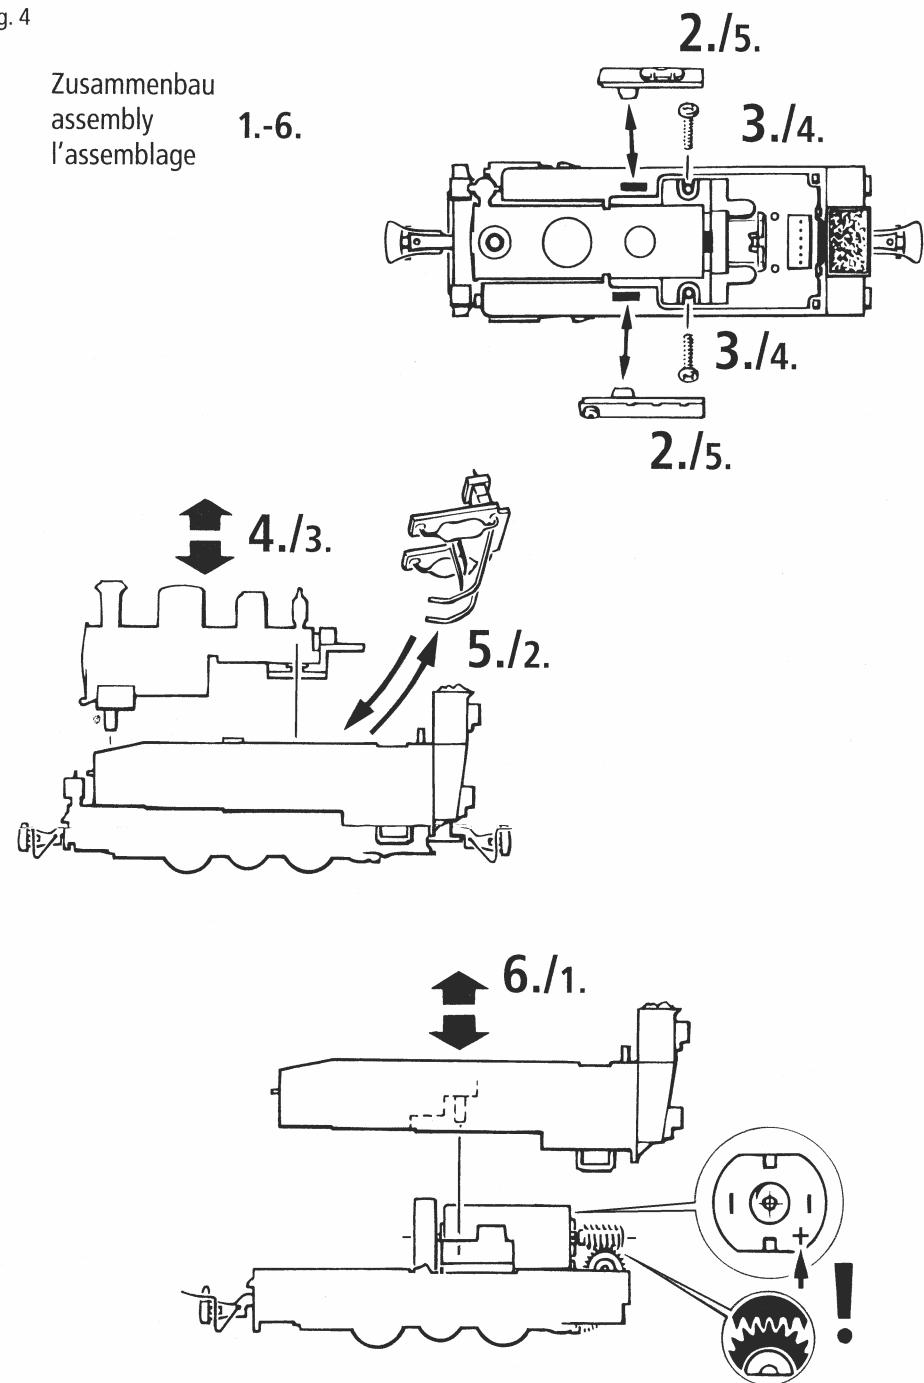

Fig.5
1. Reinigung der Radstromkontakte: Radstromkontakte können auf unsauberem Schienen leicht verschmutzen. Bitte entfernen Sie vorsichtig mit einem kleinen Pinsel den **Schmutz** an den in Fig. 5 gekennzeichneten Stellen. Dazu zuerst das Lokgehäuse abnehmen (Fig. 4).
3. Motorwechsel: Lokgehäuse abnehmen (Fig. 4). Danach wird der **Motor ausgebaut** und ausgewechselt (Fig. 5).
Les lames de contact risquent de s'enfoncer rapidement sur des voies poussiéreuses. Veuillez **enlever la poussière** aux endroits marqués à la fig. 5 à l'aide d'un petit pinceau souple après avoir démonté la caisse de la locomotive (fig. 4).
3. Remplacement du moteur: Démontez la caisse (voir fig. 4). Démontez ensuite le moteur (fig. 5).
1. Cleaning of wheel contacts: Wheel contacts easily get dirty on tracks which are not entirely clean. Use a small brush to **remove dirt** from spots marked in fig. 5. Prior to cleaning the remove loco body (fig. 4).
3. Motor Changing: First **remove** loco body (fig. 4), and then the **motor** (fig. 5).